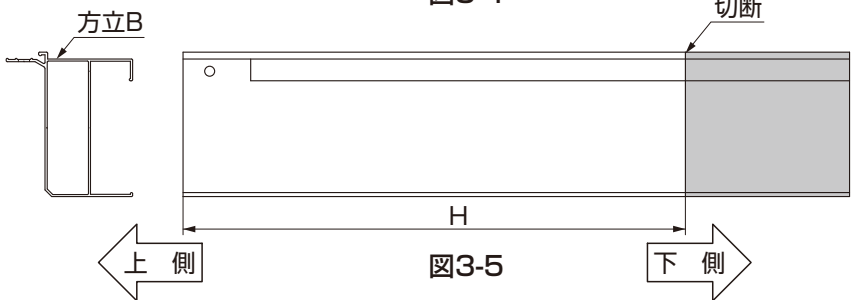

図3-5
- 方立Bは図3-5の加工を行なった後、図3-6を加工してください。